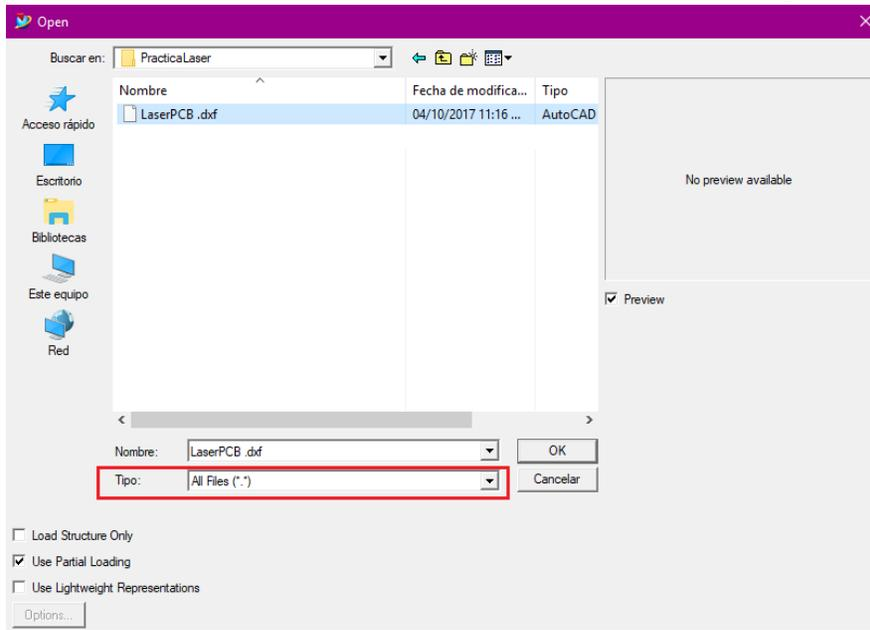

Figura 4.1 Abrir Archivo
- De la carpeta **PracticaLaser**, abrir el archivo **LaserPCB.dxf** en NX10 y asegurarse que en la opción *Tipo* se seleccione “All Files” (Figura 4.1)